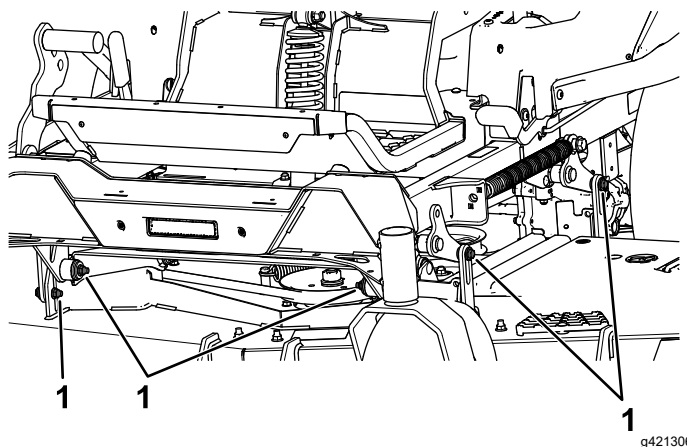

Figura 90
7. Îndepărtați i păstrați uruburile i piulițele de pe ambele laturi ale mainii (**Figura 90**).